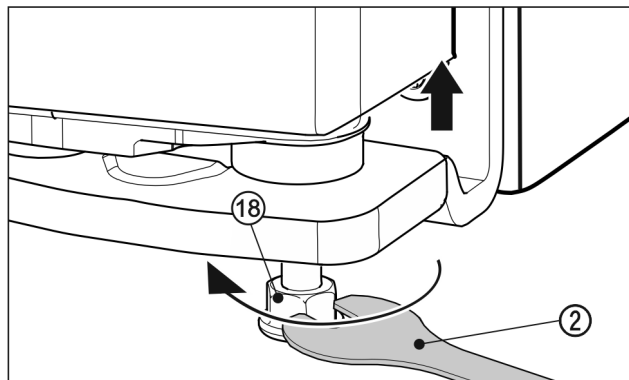

Fig. 25
- За повдигане на вратата развивайте надясно крачето Fig. 25 (18) с приложения гаечен ключ Fig. 25 (2) до контакт с пода. След това продължете да въртите, докато вратата се регулира по височина. В състояние на доставка лагерният болт е завит докрай.